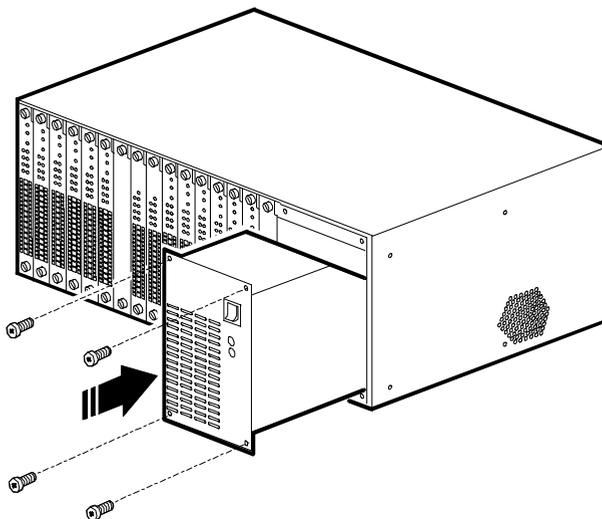

Figura 2-12. Inserimento e fissaggio dell'alimentatore
3. Mentre con una mano si impugna la maniglia che si trova sulla parte anteriore dell'alimentatore, e si mantiene con l'altra mano la parte inferiore, allineare l'alimentatore alle guide metalliche dello slot dell'alimentatore. Vedere Figura 2-12.
5. Inserire, una alla volta, le quattro viti Phillips nei fori filettati nella parte anteriore dell'alimentatore. Stringere con un cacciavite Phillips. Si veda Figura 2-12.